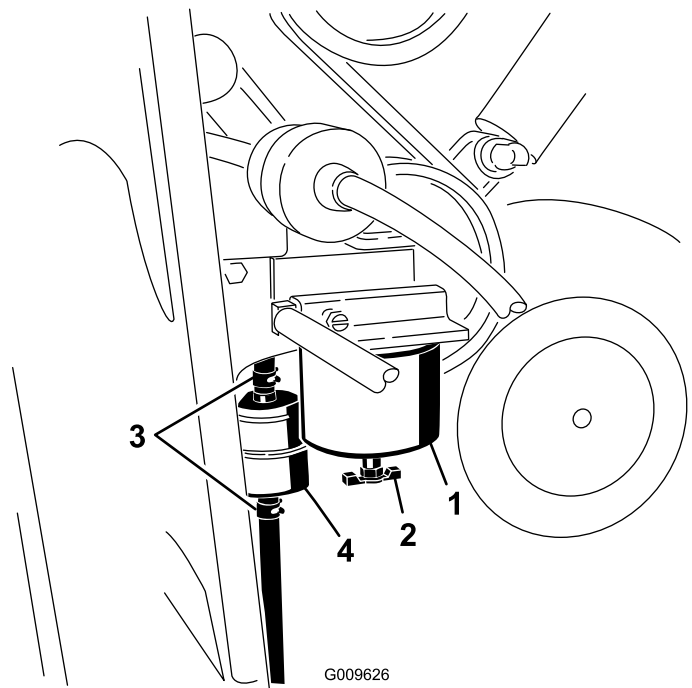

Figura 37
1. Localice el filtro de combustible en el lado derecho del motor (Figura 37) , y coloque debajo un recipiente limpio.
1. Localice los filtros de combustible en el lado derecho del motor (Figura 37) , y coloque debajo un recipiente limpio.
2. Limpie la zona de montaje del cartucho del filtro (Figura 37).
3. Retire el cartucho del filtro y limpie la superficie de montaje (Figura 37).
5. Instale el cartucho del filtro a mano hasta que la junta entre en contacto con la superficie de montaje, luego gírelo media vuelta más (Figura 37).
6. Localice el filtro en línea detrás del cartucho del filtro de combustible (Figura 37) y observe la flecha de sentido de flujo impresa en el lateral del filtro en línea.
7. Abra las abrazaderas de cada extremo del filtro en línea y retire los manguitos del mismo (Figura 37). Deseche el filtro.
8. Deslice los manguitos sobre el extremo de un filtro nuevo (Figura 37), asegurándose de que la flecha del filtro apunta en el mismo sentido que en el filtro viejo.